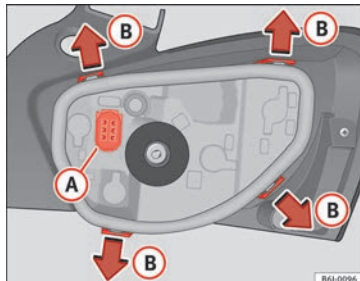

Bild 109 Byta bakljusets glödlampor
- Ta bort lamphållaren genom att separera den från huset. Det görs genom att trycka fläckarna (B) i pilarnas riktning » **bild 109**.